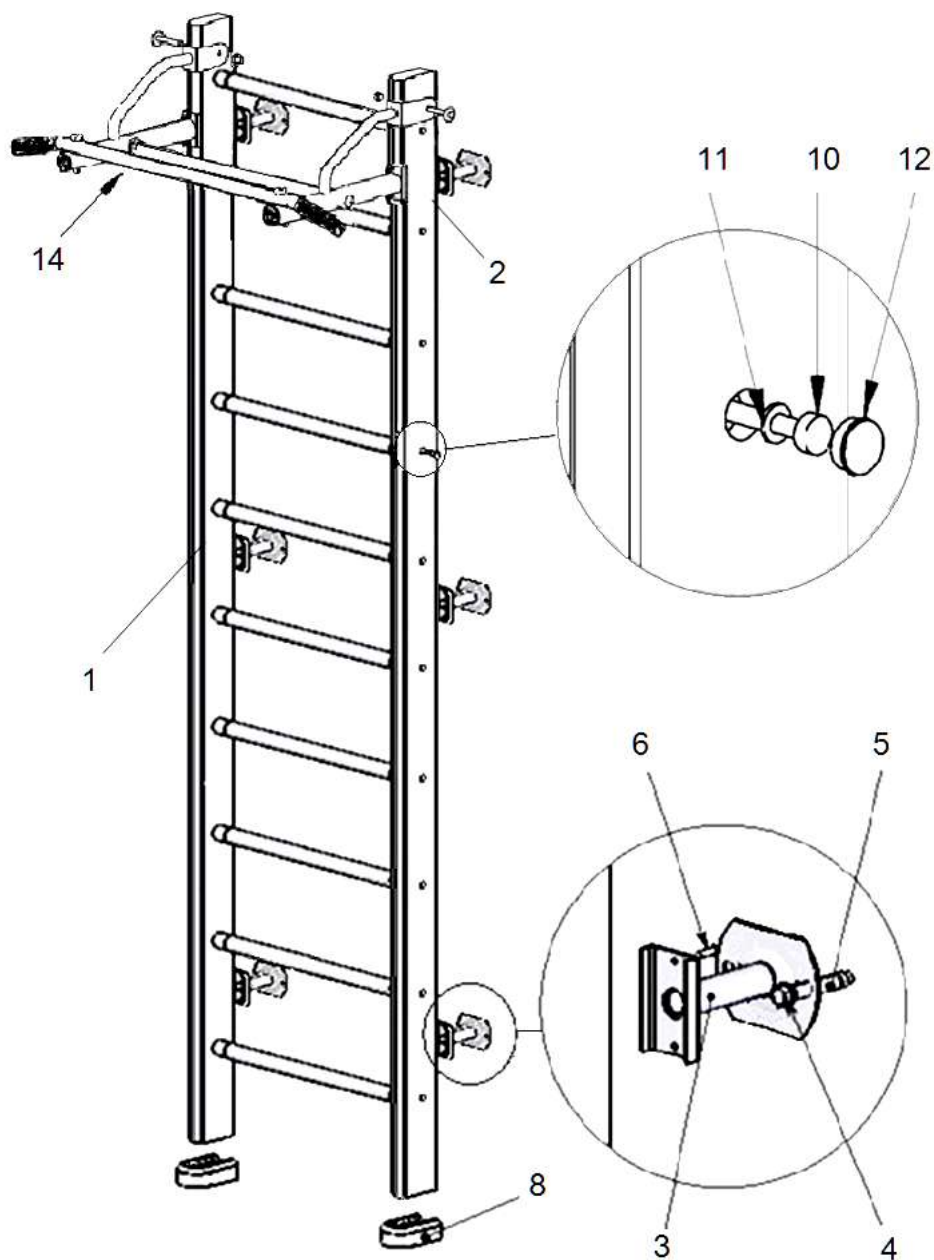
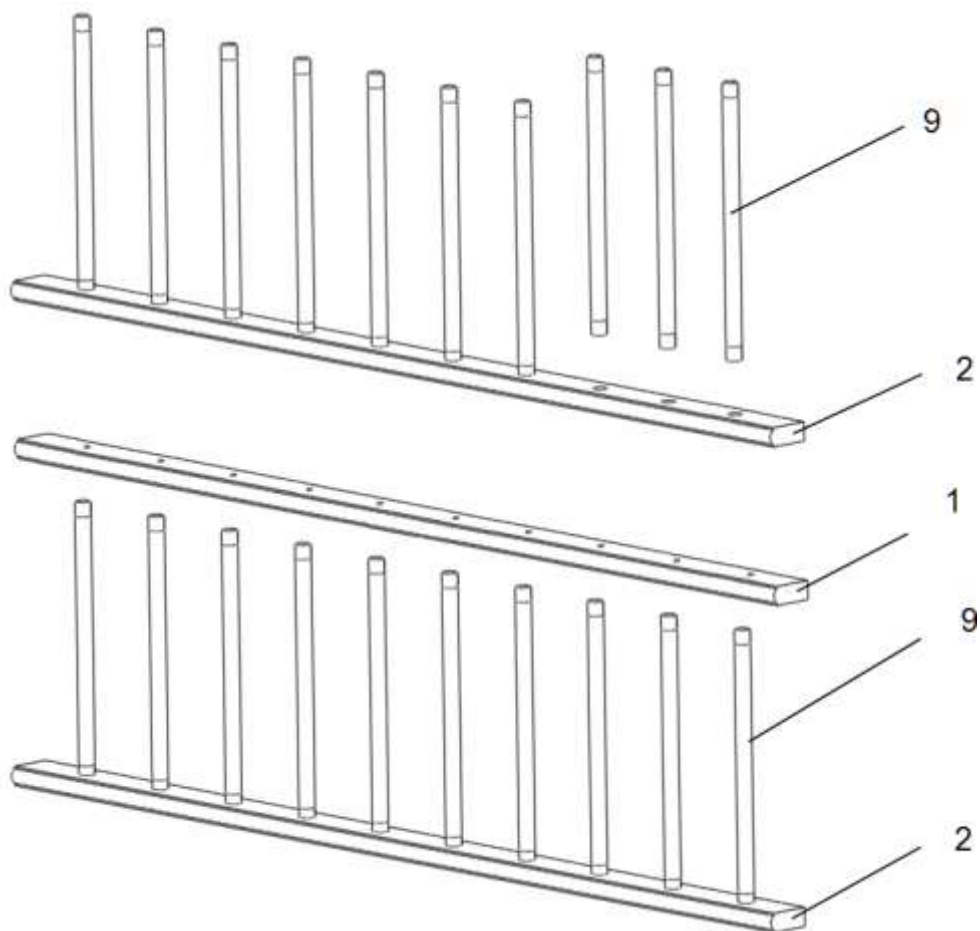

рисунок 1
рисунок 2
4.3 Вставить *поперечины (№9)* в соответствующие отверстия *стоек (№№1,2)* (рисунок 2). С помощью *саморезов (№10)* и *шайб (№11)* закрепить поперечины к стойкам. Установить заглушки (*№12*) (рисунок 1).